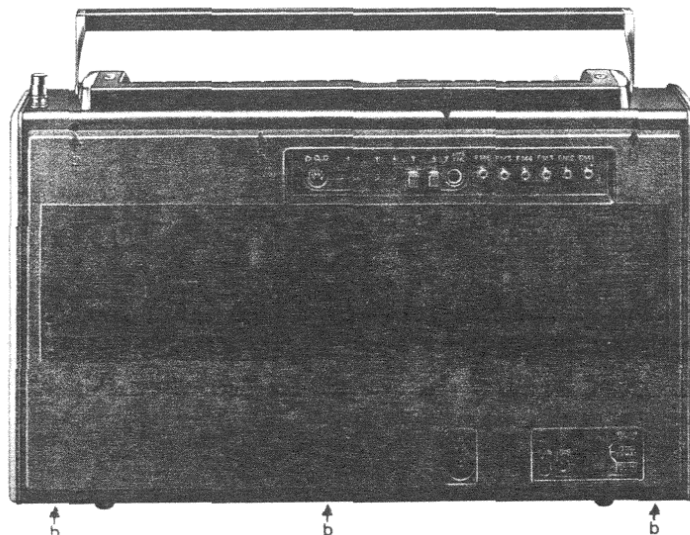

Fig. 1
2. Défaire les 9 vis (b) de la figure 1 et retirer le fond.